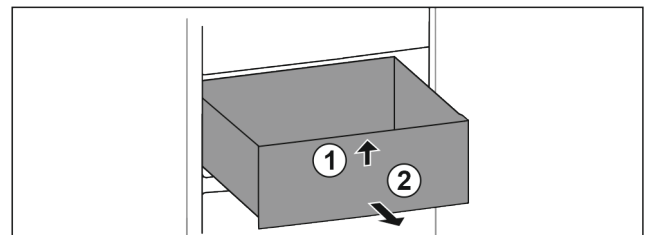

Fig. 113
- ▶ Emelje meg a fiók elejét. *Fig. 113 (1)*
- ▶ Vegye ki a fiókot előrefelé. *Fig. 113 (2)*